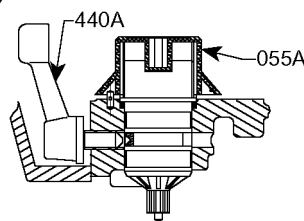

Fig.13b Maxroy B justeringsratt
- med skruven (440A) (medurs) för maxroy B (Fig.13b)